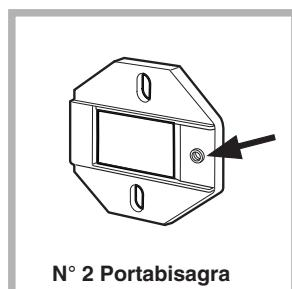

Fig. 1
- Montar los soportes cremallera en la parte frontal posicionando el orificio indicado con una flecha en la fig. 1 hacia adentro de la cara interponiendo una rostra (fig. 4/B), empleando los tornillos tipo C.